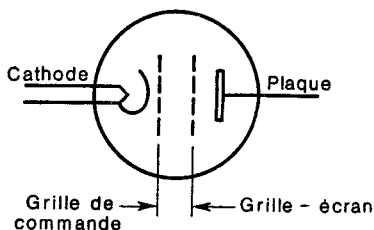

Fig. 4 Tétrode
Dans la tétrode on trouve successivement : la cathode, la grille de commande, la grille-écran et la plaque ou anode (fig. 4).
10. En utilisant la fig 4, racontez l'organisation d'une tétrode.